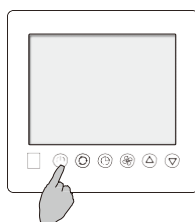

Рис. 3
3. Натисніть кнопку ввімкнення та вимкнення, щоб вийти зі стану зчитування параметрів (див. рис. 3).